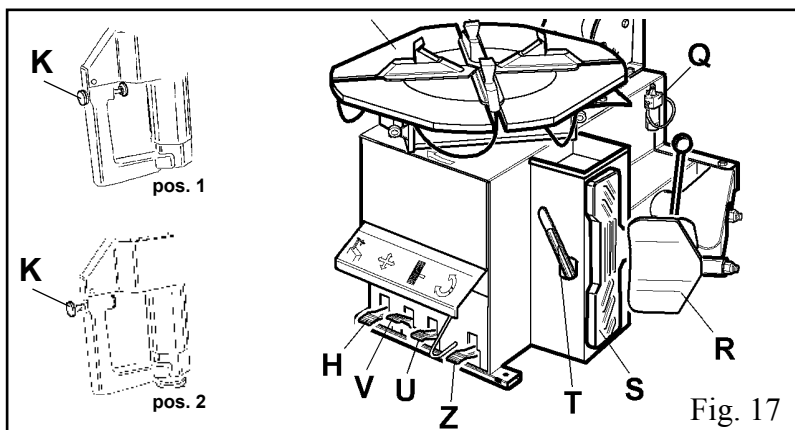

Fig. 17
- Mantenendo la leva in questa posizione, far ruotare il piatto autocentrante (Y) in senso orario tenendo premuto il pedale (Z) fino alla completa fuoriuscita del pneumatico dal cerchio. (Fig. 17)
- Per togliere l'eventuale camera d'aria, senza sbloccare il braccio operante, ribaltare il palo (P) spingendo il pedale (H).
- With the lever held in this position, let the turntable (Y) rotate in a clockwise direction by pressing pedal (Z) down until the tyre is completely separated from the wheel rim (Fig. 17).
- In order to remove the inner tube, if there is one, without unlocking the mounting bar, tilt the arm (P) by pushing pedal (H) down.
- Удерживая монтировку в этом положении, проворачивайте поворотный стол (Y) в направлении по часовой стрелке нажатием вниз на педаль (Z) до тех пор, пока шина не будет полностью отделена от обода (Рис. 17).
Hebel in dieser Position halten; Zentriertisch (Y) durch konstanten Pedaldruck (Z) im Uhrzeigersinn drehen lassen, bis der Reifen komplett aus der Felge hervorgetreten ist (Abb. 17)